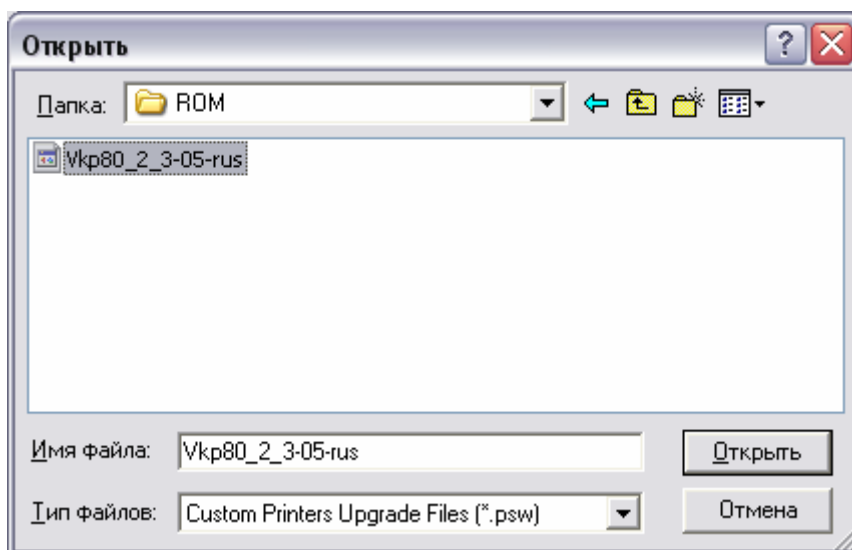

Рисунок 5 – Выбрать файл ПО.
2.8 Укажите путь к файлу с ПО («VKP80_2_3-05-rus.PSW») (см. рисунок 5)